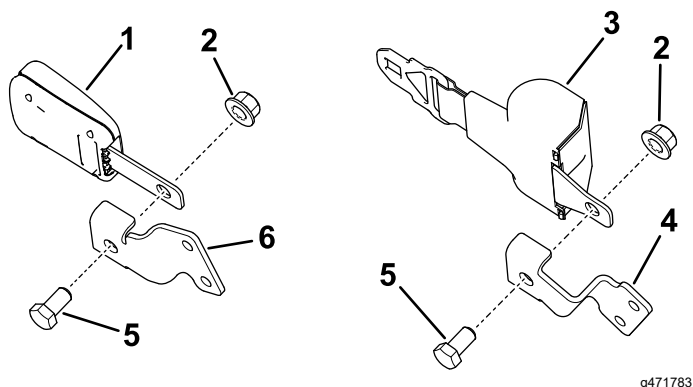

Bild 9
1. Befestigen Sie die Sicherheitsgurte, indem Sie das Sicherheitsgurtschloss und die Sicherheitsgurtzunge mit zwei Schlossschrauben (1/2" x 1") und zwei Sicherungsmuttern (1/2") an der Innenseite der Sicherheitsgurthalterungen befestigen, wie in Bild 9 dargestellt.